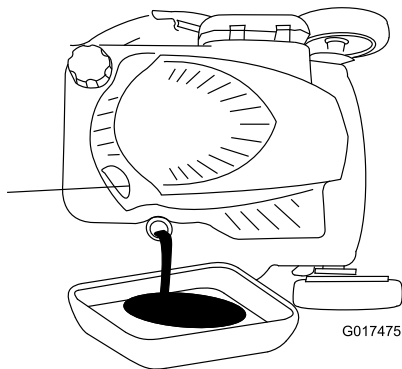

Figure 34
5. Inclinez la tondeuse sur le côté (jauge en bas) pour vidanger l'huile usagée par le goulot de remplissage (Figure 34).